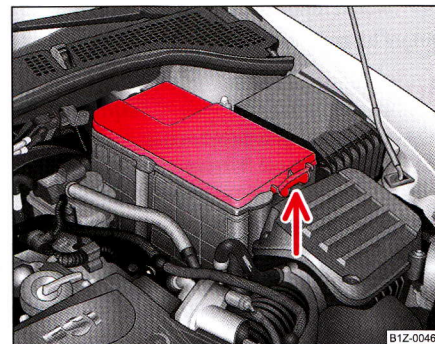

Fig. 196 Compartimentul motor: Bateria
- Apăsați elementul de blocare de pe partea laterală a capacului bateriei ⇒ fig. 196, ridicați capacul și scoateți-l.